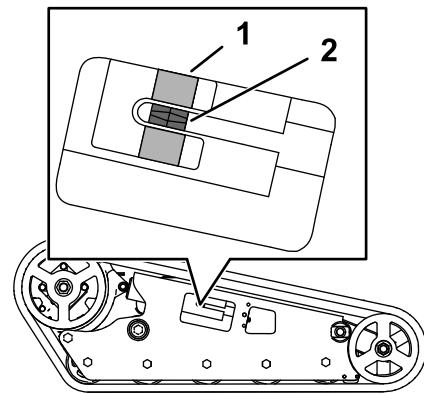

Bild 58
Stellen Sie sicher, dass der Spannblock mit der grünen Führung auf dem Aufkleber ausgefluchtet ist, oder dass der Block 1,3 cm von der Rückseite des Spannungsrohrschlitzes entfernt ist (Bild 58).
- Drehen Sie die Spannschraube mit einer Ratsche (1/2"), bis der Spannblock mit der grünen Führung auf dem Aufkleber ausgefluchtet ist, oder er 1,3 cm von der Rückseite des Spannungsrohrschlitzes entfernt ist (Bild 58).
8. Stellen Sie sicher, dass sich der Spannblock an beiden Ketten an der grünen Führung auf dem Aufkleber ausgerichtet ist, oder dass er 1,3 cm von der Rückseite des Spannungsrohrschlitzes entfernt ist (Bild 58). Stellen Sie sie bei Bedarf ein.